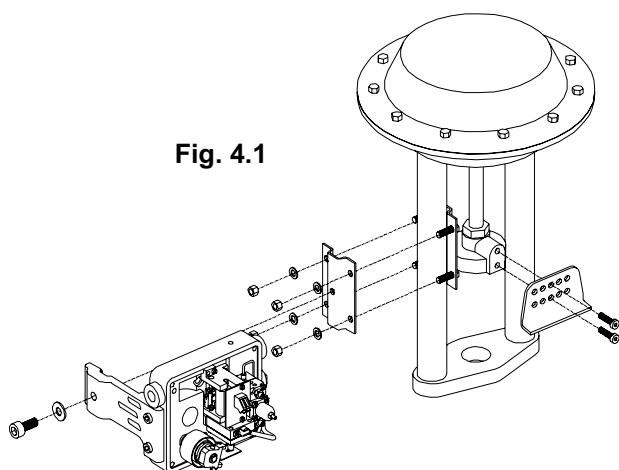

Fig. 4.1
1. Para la orientación correcta del posicionador, controlar la Fig. 4.1
2. Montar el estribo de fijación en posición central sobre el soporte del actuador, fijándolo con las 4 tuercas que se entregan en dotación - ver Fig. 4.1.